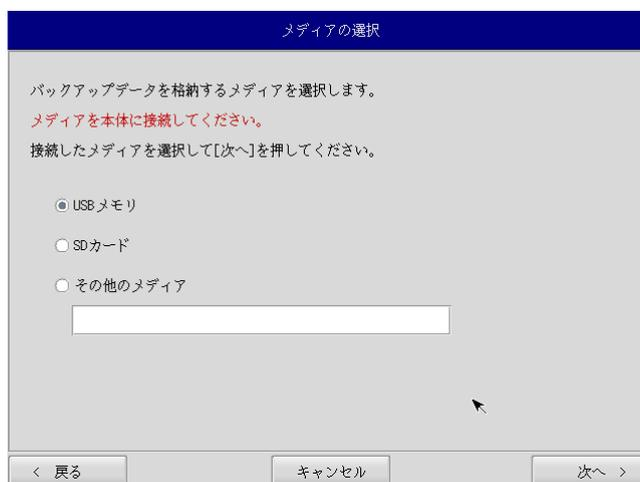

図 7-4-1. メディア選択画面
- ② メディア選択画面（図 7-4-1）が表示されます。バックアップファイルが保存されているメディアを選択します。USB メモリまたは SD カードを選択し、本体にメディアを接続します。[次へ]ボタンを押します。